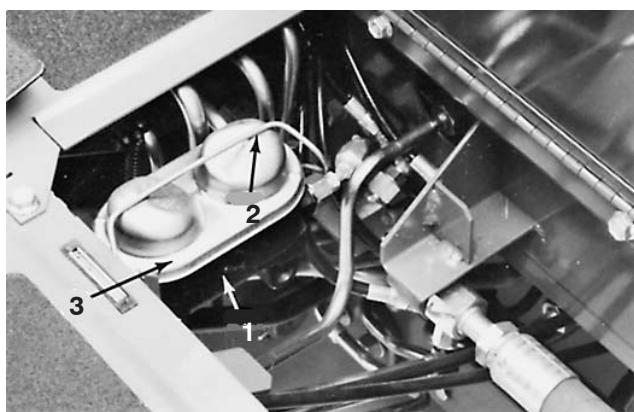

Bild 58
- 2.** Nehmen Sie die Abdeckungsbügel von der Abdeckung ab und nehmen Sie die Abdeckung vom Hauptzylinder (Bild 58).